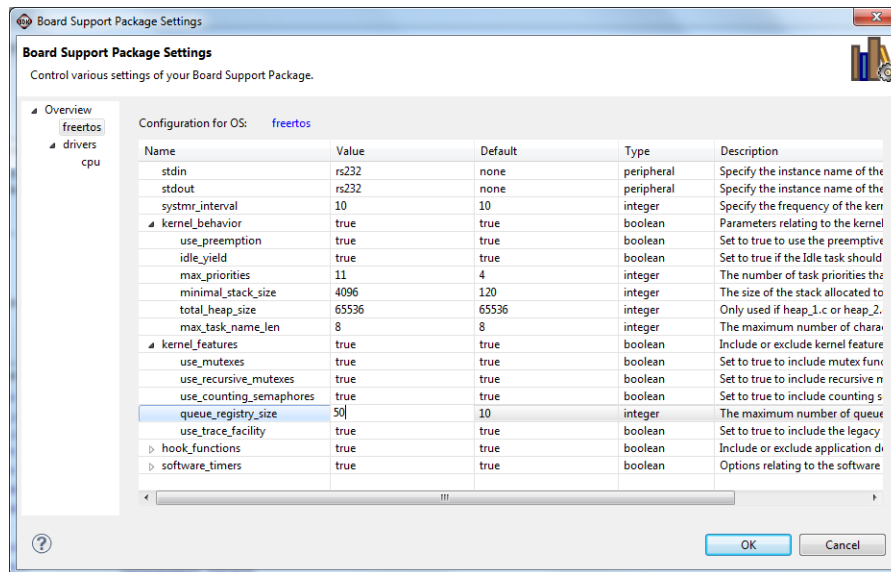

Рисунок 3-10: Параметры проекта BSP ОС FreeRTOS в Xilinx SDK
4. В открывшемся окне (рисунок 3-10) измените значения полей и нажмите кнопку «OK»: